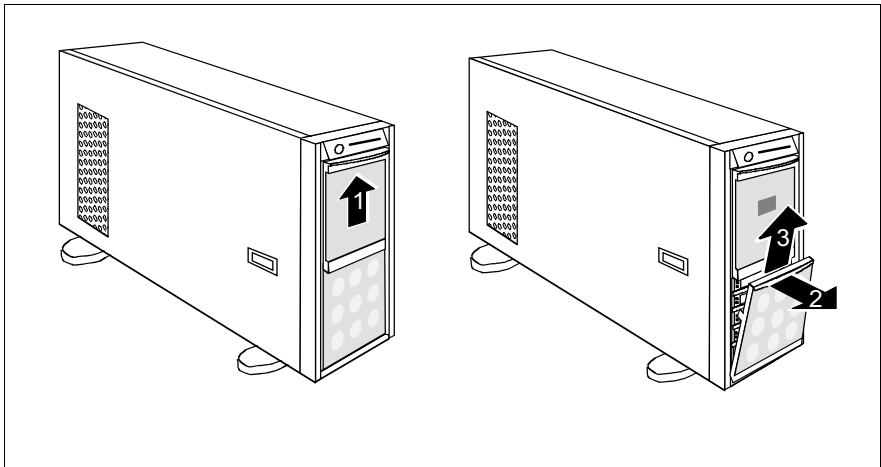

Bild 21: Zugang zu den HDD-Modulen
- Schließen Sie den Server auf (1).
- Schieben Sie die Laufwerksabdeckung nach unten (2).
Um den Zugang zu den HDD-Modulen zu verhindern, kann der Server wieder abgeschlossen werden (3). Die Laufwerksabdeckung kann dann nicht in die oberste Stellung verschoben werden und die Festplattenabdeckung nicht entfernt werden (siehe Bild 21 auf Seite 62).